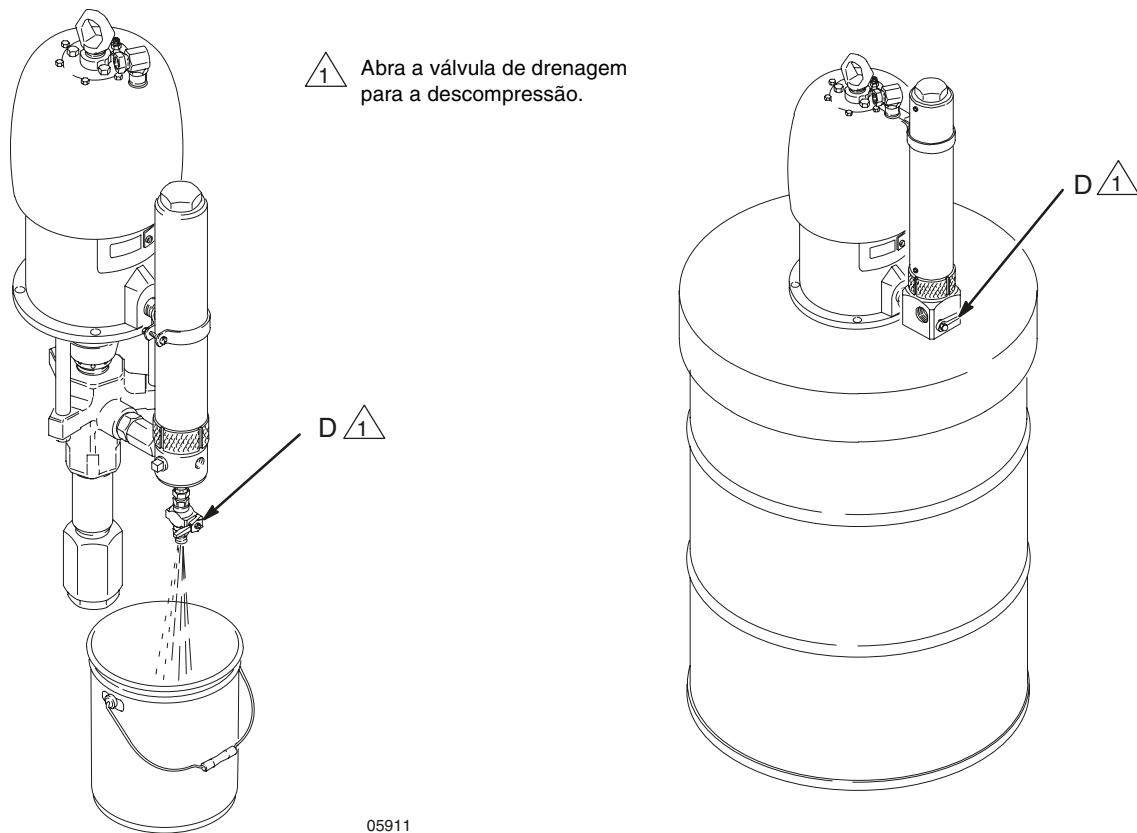

Fig. 3
Se reparar numa compensação excessiva na pistola de pulverização, desligue a bomba, dispare a pistola para efectuar uma descompressão do líquido e abra a válvula de drenagem (D) na parte inferior do reservatório de compensação. Consulte a Fig. 3. Após a drenagem do reservatório, feche a válvula de drenagem e retome a operação.